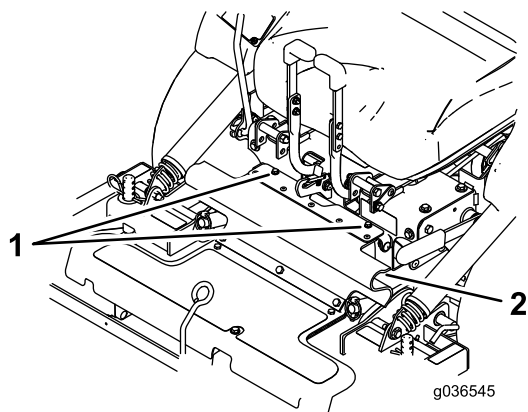

Figura 79
8. Afloje los pernos de sujeción del protector de goma (Figura 79).
8. Alinee la parte superior del protector de goma, y sujétela con los pernos de sujeción (Figura 79).